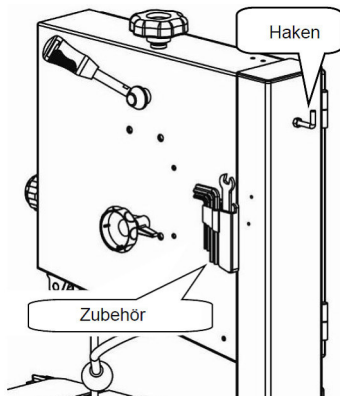

Abb. 18: Montage des Zubehörs
Schritt 1: Installieren Sie die Zubehörwerkzeugbaugruppe mithilfe von M4X10-Schrauben am Rahmen. Befestigen Sie den Haken mit der Sechskantmutter am Rahmen. Das Zubehör sowie der Parallelanschlag können wie auf Abbildung 18 montiert werden.